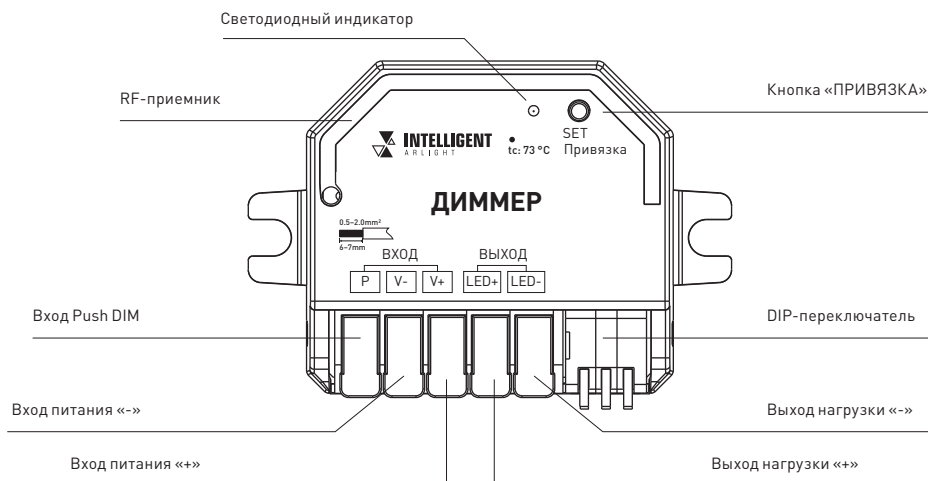

Рис. 4. Назначение элементов подключения и управления диммера
- 3.5. Изучите назначение элементов подключения и управления диммера (рис. 4).